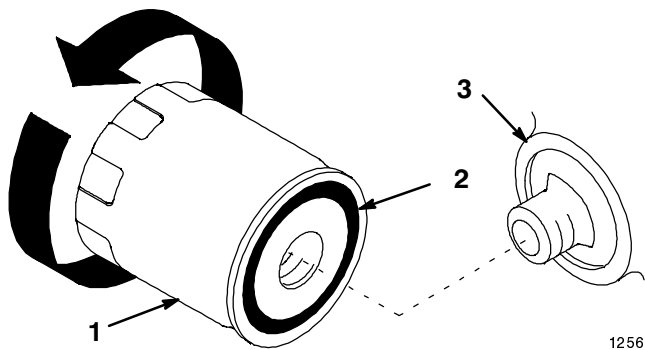

Figure 36
2. Déposer le filtre usagé et essuyer l'adaptateur du filtre et la surface du joint (Fig. 36).
3. Enduire d'une mince couche d'huile fraîche le joint de caoutchouc du filtre neuf (Fig. 36).
4. Monter le nouveau filtre à huile sur l'adaptateur. Visser le filtre dans le sens des aiguilles d'une montre jusqu'à ce que le joint de caoutchouc touche l'adaptateur, puis encore de 1/2 à 3/4 de tour (Fig. 36).